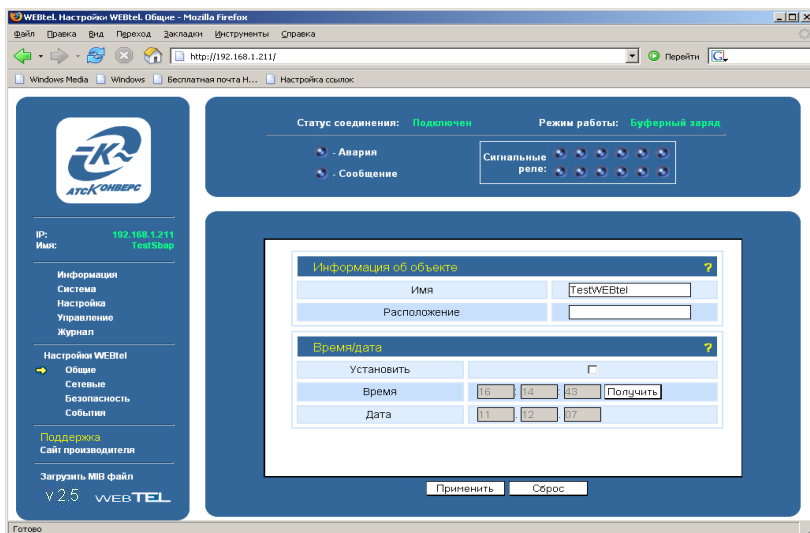

Рисунок 18 – Страница настройки общих параметров адаптера
7.8.2 Страница настройки общих параметров адаптера отображается в правой части окна web-браузера (рисунок 18).